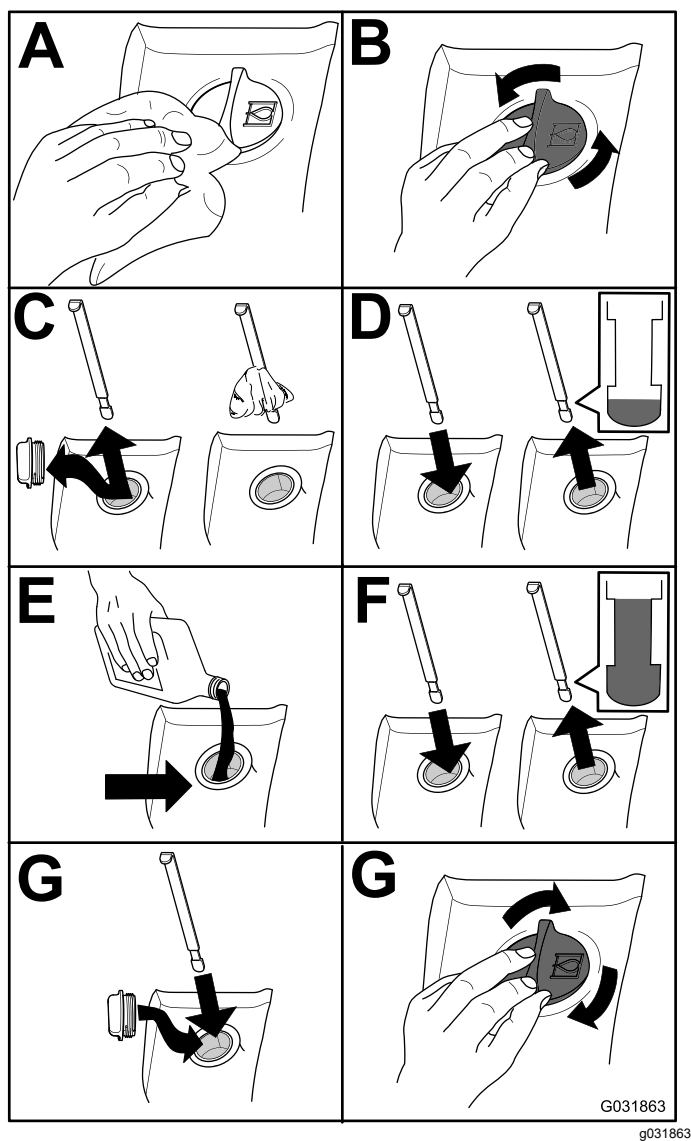

Figura 115
2. Controllare il livello del fluido idraulico (Figura 115).